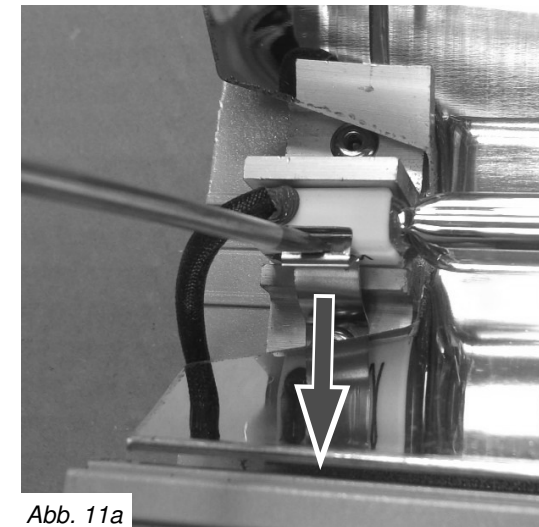

Abb. 11a
**11.** An den beiden Enden der Heizlampe befinden sich Federclips zur Fixierung der Keramikplatten in den Heizlampenhaltern. Die Federclips (Abb. 11a) so weit zurückziehen, dass die Keramikplatten an beiden Seiten abgenommen werden können (Abb. 11b), und dann die Heizlampe aus dem Heizstrahler herausnehmen.